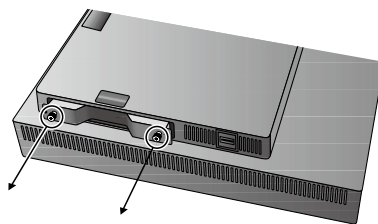

图 G.3
4. 使用指形螺丝拔出 DisplayPort 输入卡 (图 G.3)。